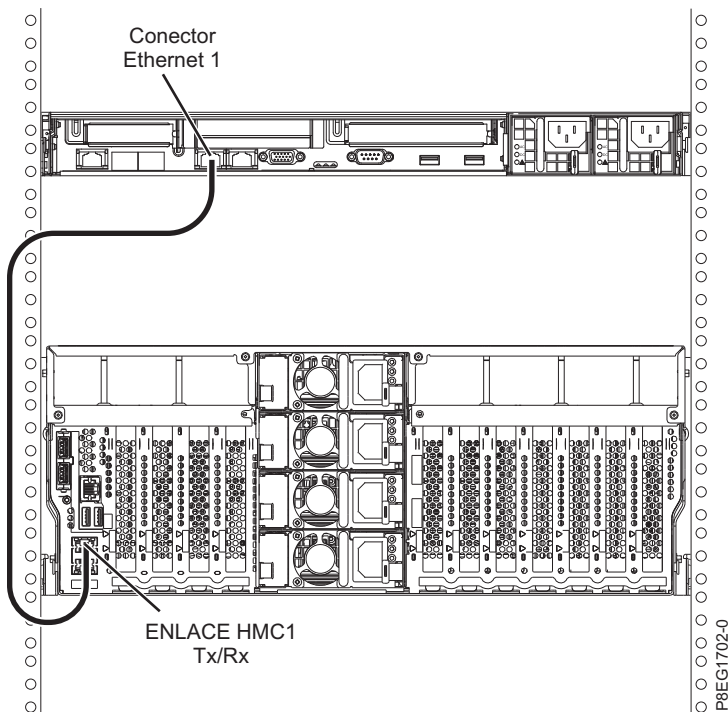

Figura 13. Conexión de la HMC al sistema gestionado
1. Si desea conectar directamente la HMC al sistema gestionado, conecte el **Conector Ethernet 1** de la HMC al puerto **HMC1** del sistema gestionado. Consulte la Figura 13.